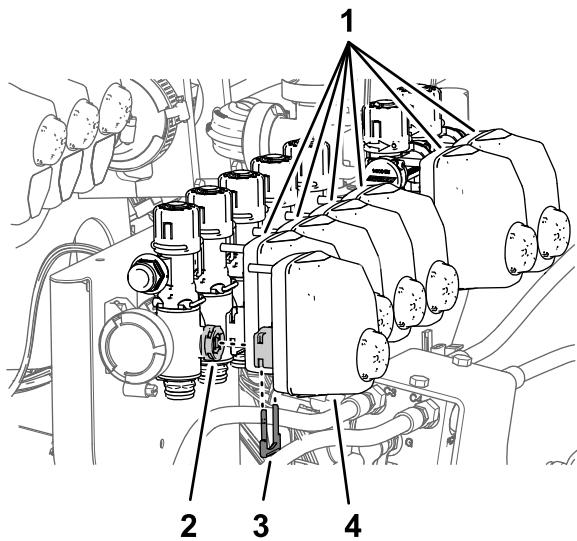

图99
- 取出将阀门致动器固定到喷嘴阀 1 至 7 的卡环图99。
- 从喷嘴阀 1 至 7 卸下阀门致动器图99。
10. 使用在步骤 1 中卸下的卡环将阀门致动器组装到喷嘴阀 1 至 7 图99。